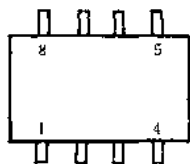

图 1
AN6612/S 为 8 脚扁平双列直插式塑料封装芯片。外形引脚排列如图 1 所示。④和⑤脚分别为正、负电源输入脚。工作电压范围较宽, 可从 $\pm 1.8V$ 到 $\pm 8V$ 。③脚